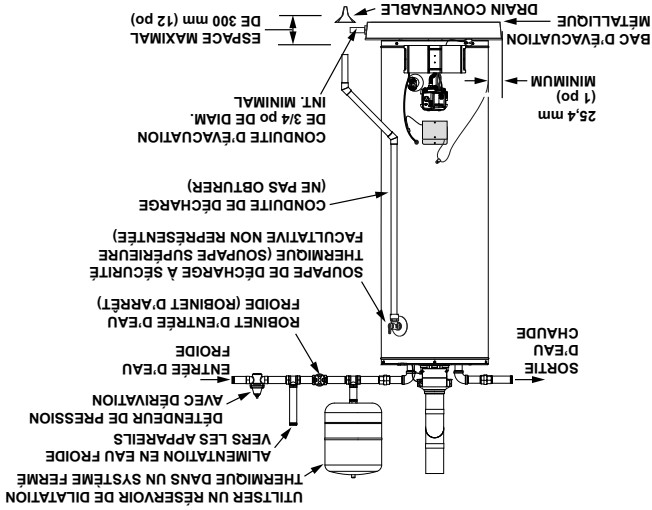

FIGURE 13.
**IMPORTANT :** Toujours se servir de pâte à joint de qualité et s'assurer que tous les raccords sont serrés et rentrés à fond. Installer tous les tuyaux et raccords d'eau de la façon illustrée à la Figure 13. Connecter le tuyau d'alimentation en eau froide (3/4 po NPT) au raccord d'entrée d'eau froide. Connecter le tuyau d'alimentation en eau chaude (3/4 po NPT) au raccord de sortie d'eau chaude.